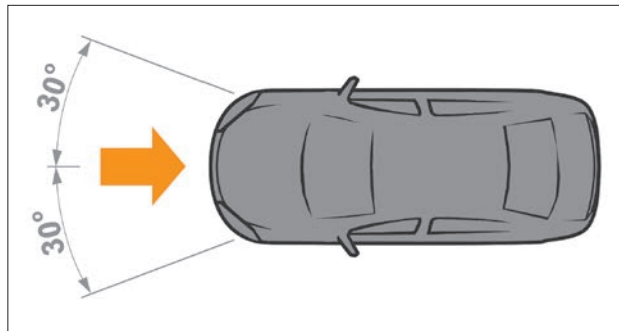

Рис. 8. Зона действия и срабатывания фронтальных подушек безопасности
- в случае достаточного по силе удара, воздействующего на автомобиль спереди и сбоку при определенных условиях (см. рис. 8 и 9).